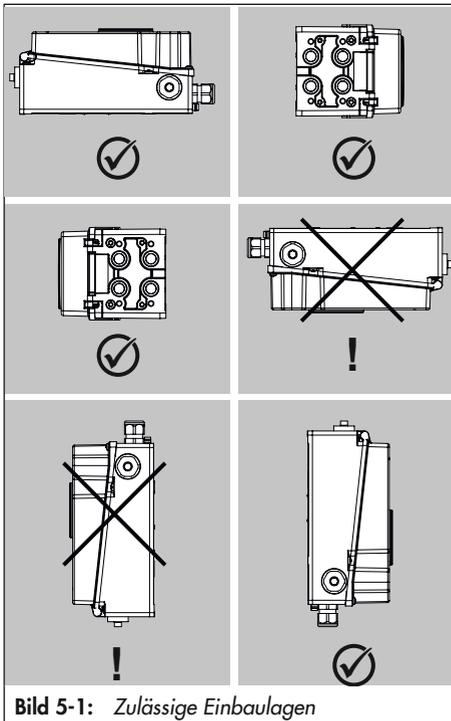

Bild 5-1: Zulässige Einbaulagen
- Zulässige Einbaulage vgl. Bild 5-1.